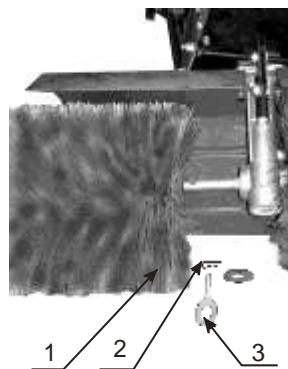

Рис. 3
- на вал редуктора поставить щетки 1 (рис. 3), закрепить их осями 3 и зафиксировать быстросъемными шплинтами 2;